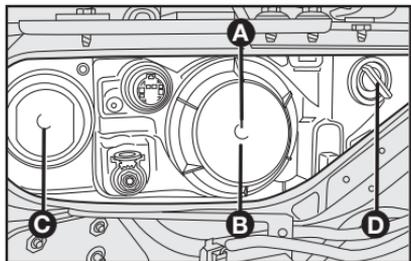

fig. 16
## GRUPOS ÓTICOS DIANTEIROS - fig. 16
- Remover a tampa **C-fig. 16** girando-a no sentido anti-horário;
- Montar a tampa **C-fig. 16** assegurando-se do correto bloqueio.
- Remover a tampa **A-fig. 16** girando-a no sentido anti-horário;
- Montar a tampa **A-fig. 16** assegurando-se do correto bloqueio.